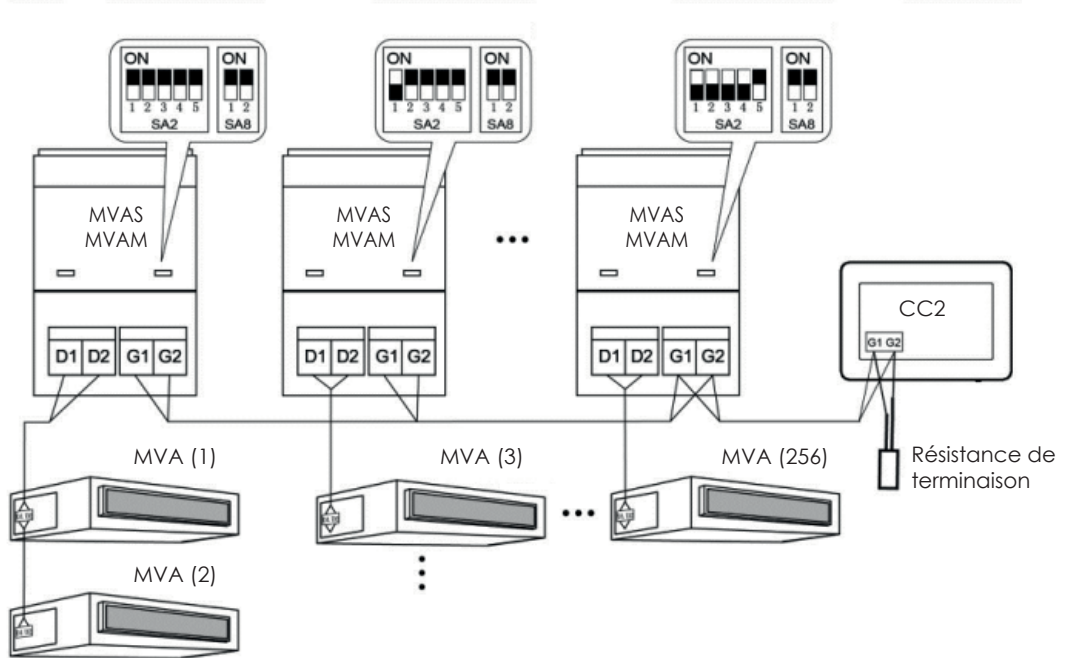

Fig. 3.5 Contrôleur centralisé branché au réseau extérieur
3. Si le contrôleur centralisé doit être branché au réseau des unités extérieures, effectuer les branchements selon la fig. 3.5. Le contrôleur centralisé ne peut être branché qu'avec le système terminal du réseau extérieur. Ajouter une résistance appropriée avec les câbles de communication sur les ports G1 et G2.